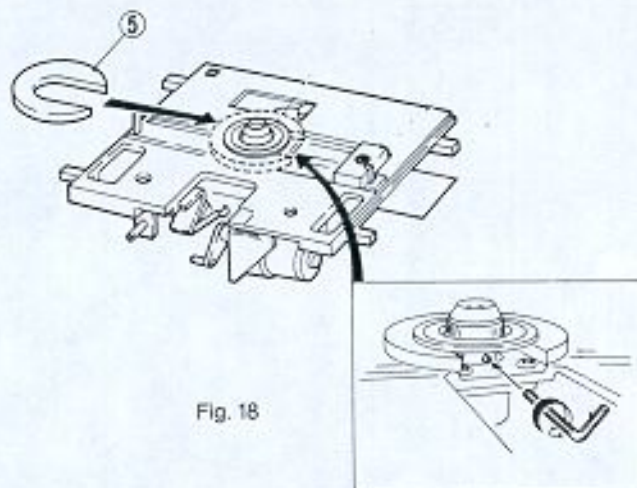

Fig. 18
Lagerblock durch den Schlitten führen, um 90° drehen und in der Aufnahmebohrung der Grundeinheit fixieren. Die 4 Befestigungsschrauben über Kreuz anziehen. Motor auf Leichtgängigkeit prüfen. Plattenaufnehmer 16 auf die Motorachse setzen und den Abstand mit Einstellehre (5) fixieren, Innensechskantschrauben anziehen (Fig. 18). Feder und Aufnahme 18 und 19 montieren und mit Schraube (Achtung Linksgewinde) anziehen.